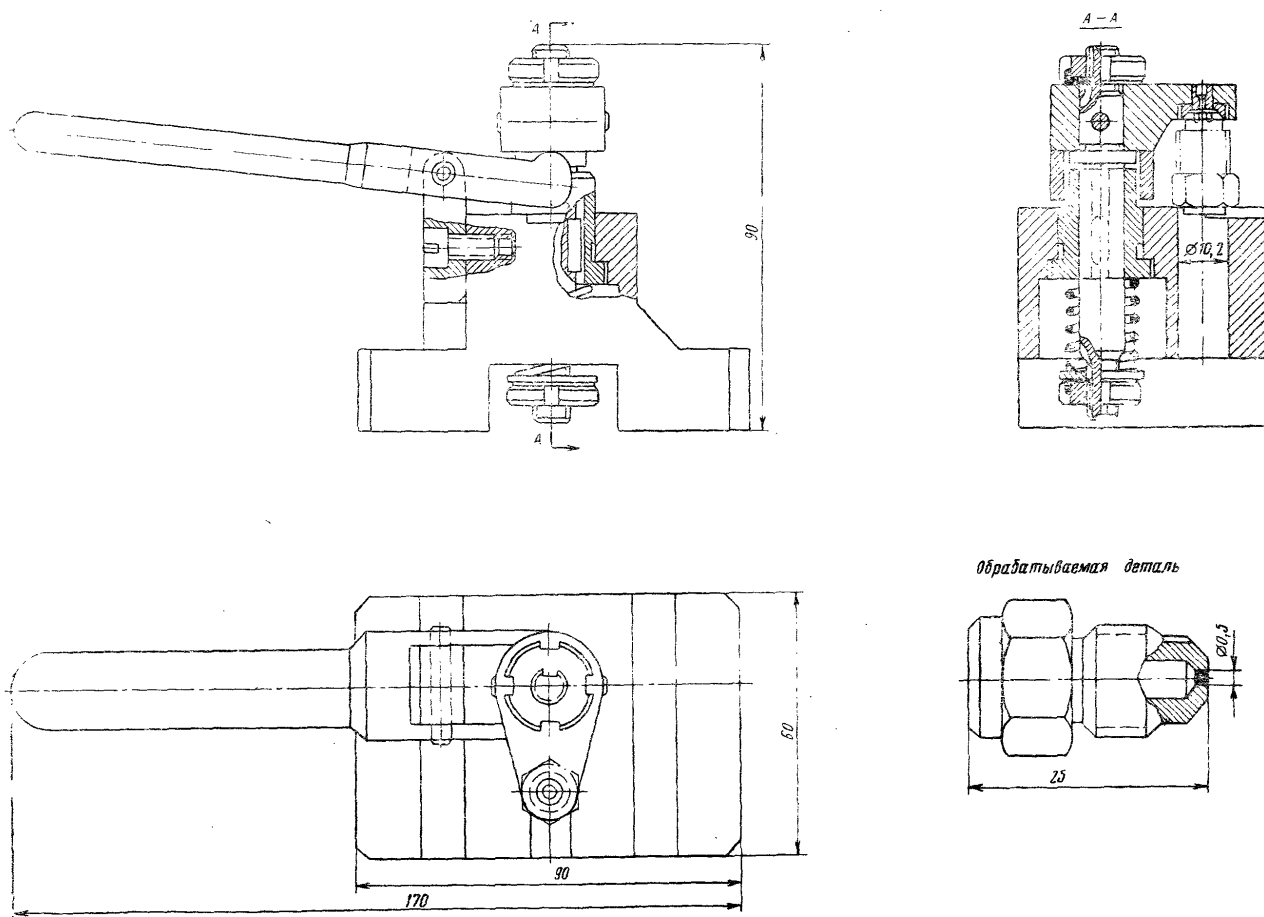

Рис. 21.
4. Составьте описание конструкции и принципа действия приспособления по рис. 21.